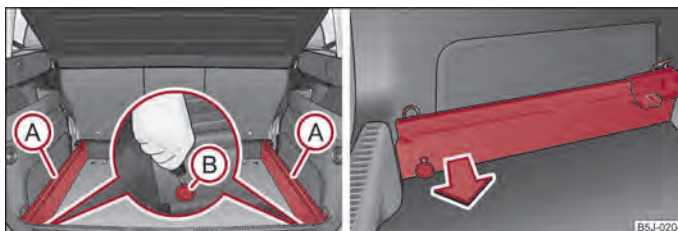

Fig. 50 Bagagliaio: sgancio dei punti di fissaggio / rimozione delle guide
- Staccare il punto di fissaggio (B) delle guide con la chiave del veicolo o con un cacciavite a testa piatta ⇒ fig. 50.
- Afferrare le guide (A) ⇒ fig. 50 lato destro ed estrarle tirando nel senso della freccia. Durante lo smontaggio delle guide sull'altro lato del bagagliaio, procedere allo stesso modo.